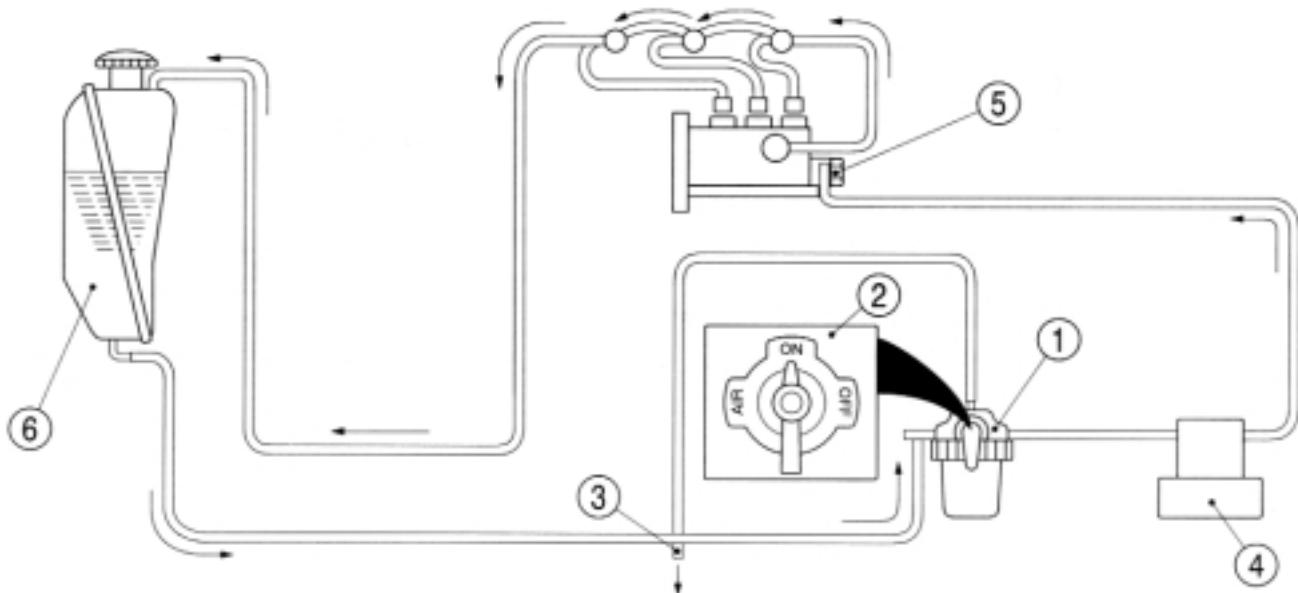

FIG. 114 / ABB. 114 / FIG. 114
Tournez la valve (2) sur le filtre dans la Fig.114 dans la position "AIR" (levier vers l'avant).
Das Ventil (2) am Filter auf die Position AIR (Hebel nach vom) drehen (Abb. 114).
Draai de kraan (2) van de brandstoffilter in de AIR-stand (hendel naar voren) (Fig.114).